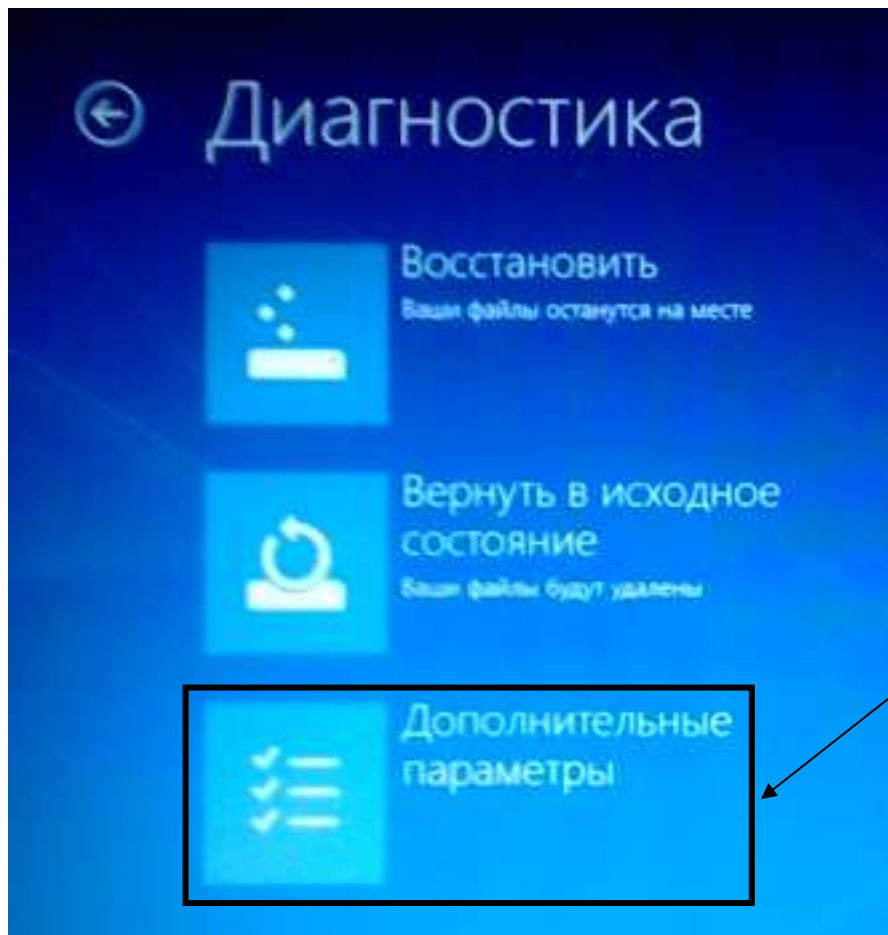

Рис. 14 – Окно «Диагностика»
2.2.5.6 В открывшемся окне нажмите на кнопку «Дополнительные параметры» (см. Рис. 14).